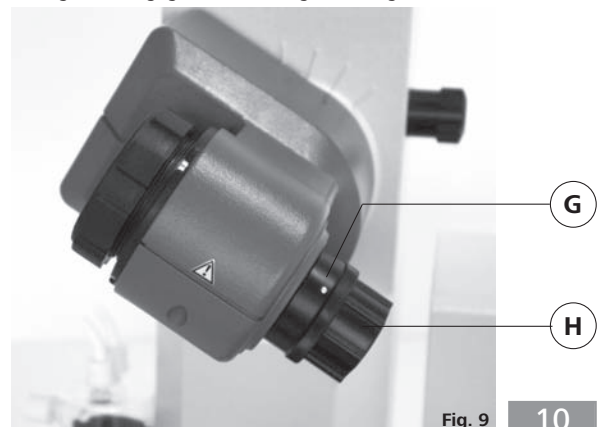

Fig. 9
- ☞ Öffnen Sie die Arretierung des Dampfdurchführungsrohres (G) durch Drehung um 60° gegen den Uhrzeigersinn (Fig. 9).